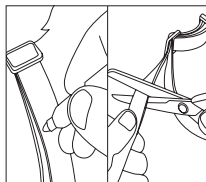

Fig. 4
3. Una vez que haya ajustado el collar a la medida adecuada, puede cortar el exceso de longitud (Fig. 4).